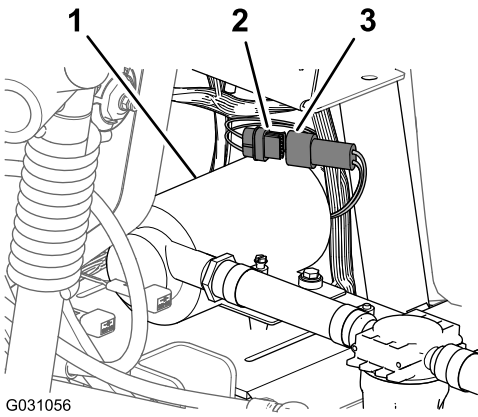

図 186
1. すすぎポンプのハーネスの6ピンコネクタを、後メインハーネスの6ソケットコネクタに接続する図186。